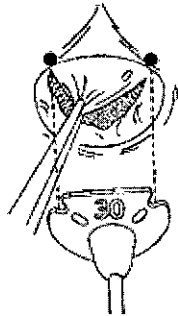

Figura 2
1. Compare la distancia entre las muescas del medidor con la distancia entre las comisuras de la válvula mitral. Con el fin de facilitar esta comparación, puede aplicar tensión en la valva anterior para extenderla y dejar las comisuras visibles. Alinee los bordes exteriores de las muescas del medidor con las dos comisuras de la válvula (consulte la Figura 2). Determine cuál es el medidor que mejor se adapta a la distancia entre las comisuras y utilice el anillo del tamaño correspondiente.